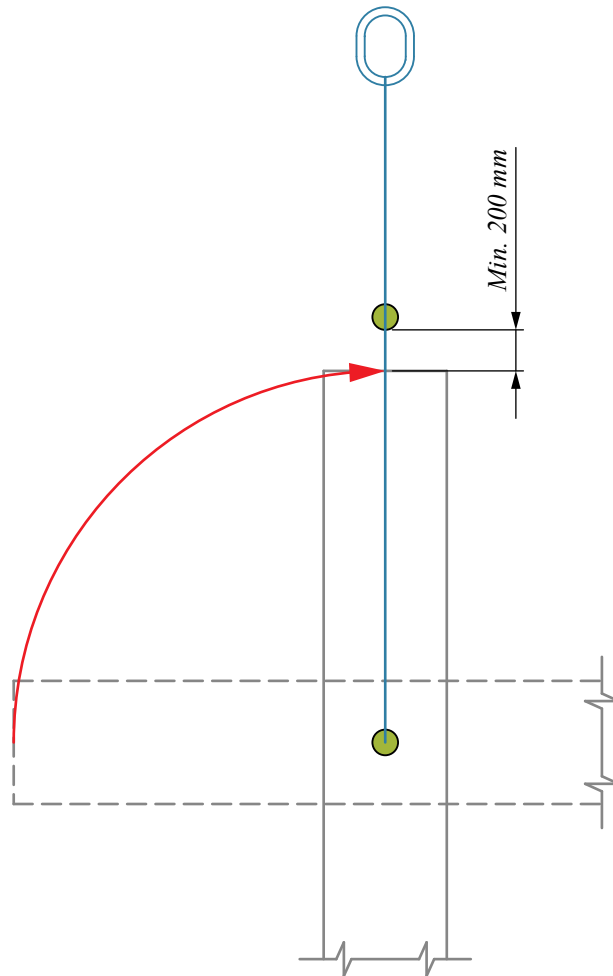

Figura 27. Distanza libera minima fra la superficie del pilastro e il distanziale durante la fase di ribaltamento.
- La distanza libera minima fra la superficie superiore o qualsiasi sporgenza dell'elemento prefabbricato e il distanziale è di 200 mm. Ciò permette all'elemento prefabbricato di essere inclinato all'insù senza impattare il distanziale (Figura 27).